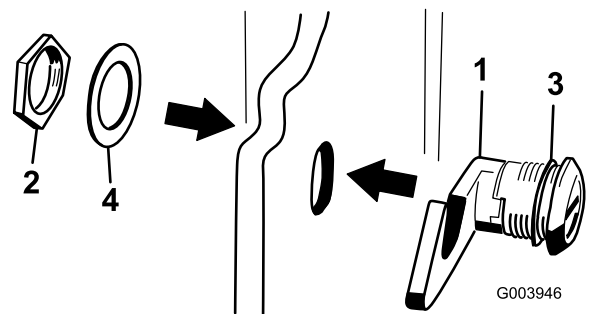

図 17
3. フードラッチアセンブリからナットを取り外す 図 17。
4. フードの外側から、ラッチのフック側をフードの穴に通す。ゴム製のシールワッシャが、フードの外側に残るようにすること 図 17。